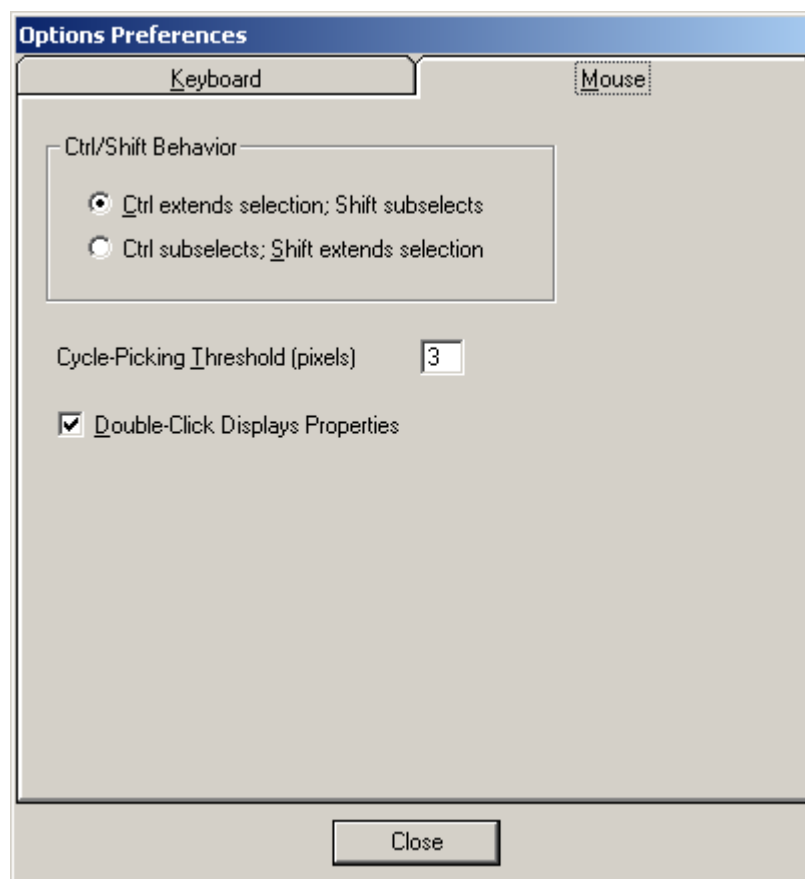

Рис. 12 Команда **Options Preferences** вкладка **Mouse**
6.3 Перейдите на вкладку **Mouse** (рис. 12). Убедитесь, что она также аналогична редактору **Schematic**.